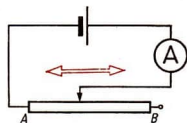

Abb. 133/1. Versuchsanordnung zur Untersuchung der Abhängigkeit des Widerstandes
1. Die Abhängigkeit des Widerstandes von der Länge des Leiters. In einem Stromkreis ist an einem ausgespannten Widerstandsdraht ein Abgriff verschiebbar angebracht (Abb. 133/1). Ein Strommesser zeigt, daß die Stromstärke um so kleiner wird, je länger der im Stromkreis liegende Widerstandsdraht ist. Aus vielen Messungen erkennt man, daß der Widerstand um so größer wird, je länger der Draht ist.